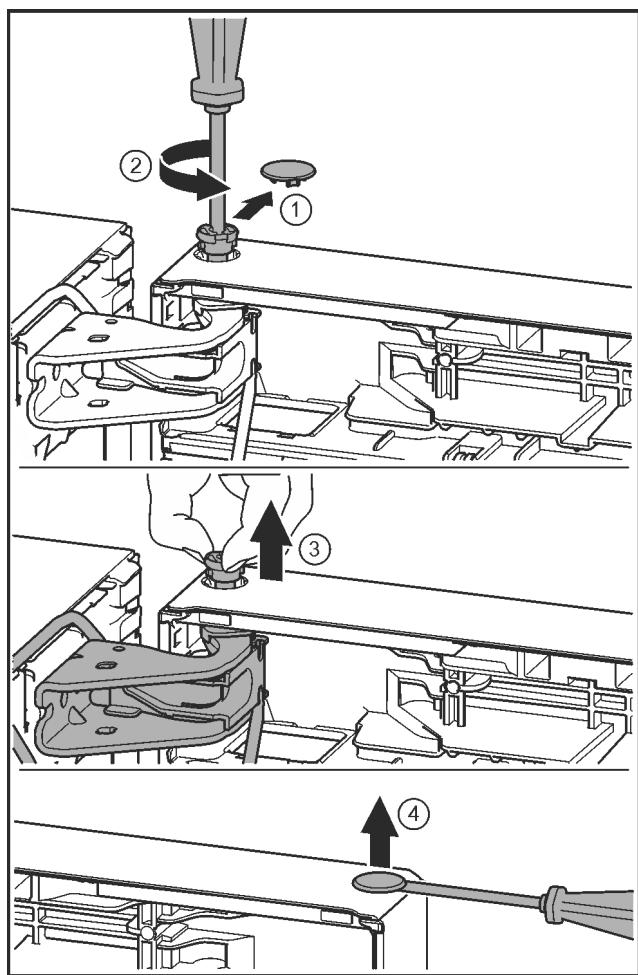

Fig. 21
- ▶ Обережно зніміть запобіжну кришку. Fig. 21 (1)
- ▶ Трохи викрутіть гвинт за допомогою викрутки T15. Fig. 21 (2)
- ▶ Притримуйте дверцята і витягніть палець руками. Fig. 21 (3)
- ▶ За допомогою шлицевої викрутки обережно підійміть пробку із опорного втулка дверцят та витягніть її. Fig. 21 (4)